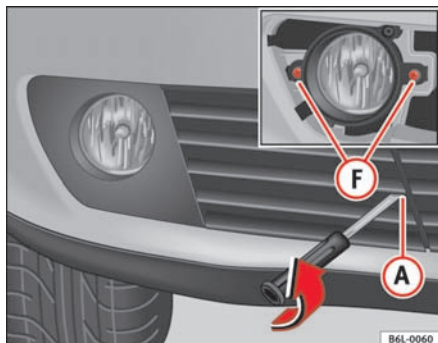

Fig. 150 Tågelygter
- Skru de to skruer **F** ⇒ fig. 150 ud, og træk stikket ud.
- For at kunne tage gitteret af skal du skruer skruen **A** ⇒ fig. 150 ud, forsigtigt trække i gitteret på siden af skruen og løsne afdækningen.